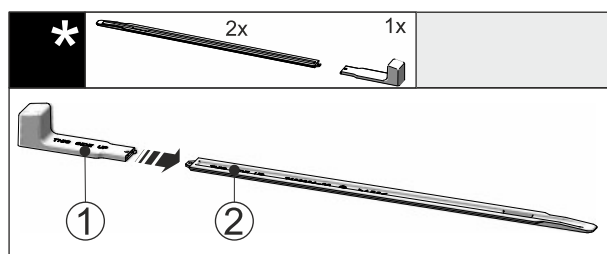

Fig. 41
- Insérer la poignée de montage Fig. 41 (1) dans le rail de nivellement Fig. 41 (2).